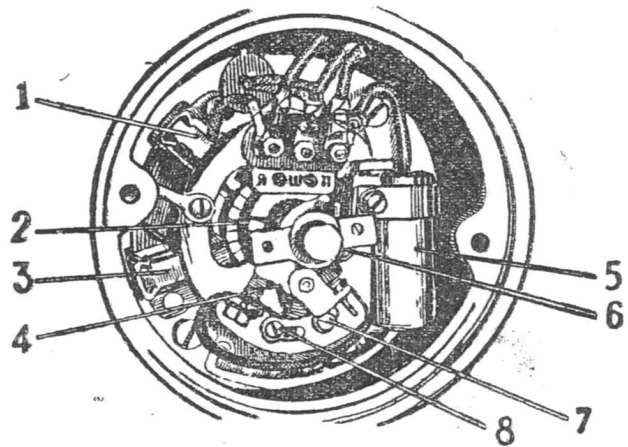

Рис. 28.
На одном торцевом конце корпуса приварена крышка, на которой смонтированы (см. рис. 28) щеткодержатель со щетками, три клеммных стойки на панели для крепления проводов, очиститель кулачка и прерыватель с конденсатором.
**Прерыватель.** Основными частями прерывателя являются молоточек, наковаленка, основание прерывателя и кулачок (см. рис. 28 и 30).